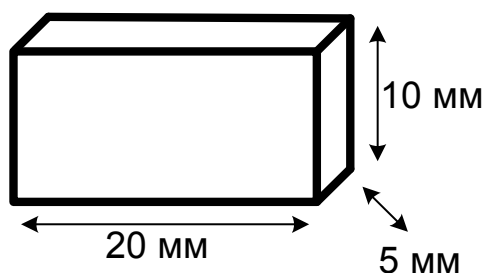

Рисунок 3.6 – Конденсатор
3.2.43 Площинний конденсатор має розміри, вказані на рис. 3.6 і діелектрик з питомим опором $\rho_v = 10^{11}\text{ Ом}\cdot\text{м}$, опором витікання (ізоляції) $R_{iz} = 10^9\text{ Ом}$. Визначте величину питомого поверхневого опору ρ_s цього діелектрика. Яка розмірність ρ_s ?